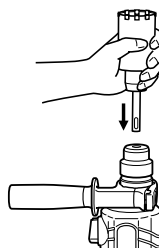
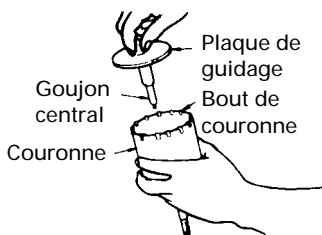

Fig. 16
Fig. 17
- (2) Monter la queue de couronne sur le marteau rotatif à percussion. (Fig. 16)
- (3) Introduire le goujon central dans la plaque de guidage jusqu'à ce qu'il arrête.
- (4) Engager la plaque de guidage dans la couronne et tourner la plaque de guidage à gauche ou à droite de manière à ce qu'elle ne puisse pas tomber, même si elle est orientée vers le bas. (Fig. 17)